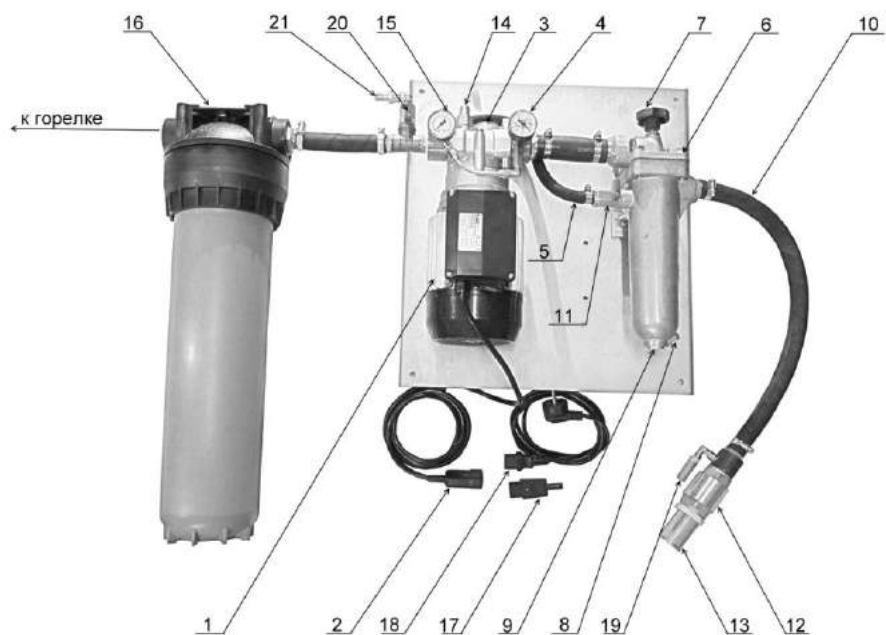

Рис. 15. Блок топливного насоса.
Топливо забирается из расходного бака (*температура топлива не менее +12С*) топливным насосом (Рис.15 поз.3). Проходит через плавающий топливозаборник (Рис.15 поз.10) состоящий из сетчатого фильтра (Рис.15 поз.13), обратного клапана (Рис. 15 поз.12), шлага 2,5 м. Затем топливо очищается в самоочищающимся фильтре (Рис. 15 поз.6) и через патрубок подачи топлива (Рис. 16 поз.2) поступает в топливный насос (Рис.15 поз.3). Излишки топлива по трубопроводу циркуляции (Рис.15 поз.5) сбрасываются в самоочищающийся фильтр (Рис.16 поз.3). Разряжение на всасе насоса измеряется вакууметром (Рис.15 поз.6). Если разряжение более 0,5 бар произведите очистку сетчатого фильтра (Рис.15 поз.13) и самоочищающегося фильтра (Рис.16) провернув 4-5 раз маховик фильтра (Рис.16 поз 4).
Из насоса (Рис.15 поз.3) топливо подается через регулятор давления топлива (Рис.15 поз.14) в фильтр тонкой очистки (Рис.15 поз. 16) и поступает в горелку. Для увеличения давления поворачивайте регулировочный винт (Рис.15 поз.14) по часовой стрелке, для уменьшения против часовой. Давление топлива контролируйте по манометру (Рис.15 поз.15). Давление топлива после регулятора давление должно быть 3-4 бара.
При сильном загрязнении фильтра на всасе топливного насоса (Рис.15 поз.13), самоочищающегося фильтра (Рис.16), фильтра тонкой очистки (Рис.15 поз.16) возрастает усилие на валу насоса, что ведет к перегреву и выходу из строя электродвигателя и топочного автомата. Для предотвращения данной ситуации в электрическом шкафу горелки (Рис.6 поз.1) установлен автомат с надписью «НАСОС», который при увеличении токовой нагрузки отключит электродвигатель топливного насоса.
При срабатывании автомата «НАСОС» немедленно произвести чистку фильтра на всасе топливного насоса (Рис.15 поз.13), самоочищающегося фильтра (Рис.16), замену картриджа фильтра тонкой очистки (Рис.21 поз.3).
3.5.2. Заполните топливом всасывающий трубопровод, самоочищающийся фильтр, насос, фильтр тонкой очистки и топливный бак Горелки. Для чего в комплекте топливного насоса предусмотрен кабель с вилкой прямого питания от сети 220 В (Рис.15 поз.18), соедините кабель с разъемом топливного насоса (Рис.15 поз.2). На топливном баке Горелки есть кран сброса воздуха (Рис. 6 поз. 11). Подключите топливный насос напрямую к сети 220 В и откройте кран сброса воздуха. Когда топливная система заполнится, через шланг начнет стекать масло с пузырьками воздуха. После удаления воздуха закройте кран (Рис. 6 поз. 11). Питание насоса подключите по постоянной схеме.
Если топливный насос (Рис.15 поз.3) сразу не захватил топливо, то нужно удалить из него воздух. Для чего закройте кран на самоочищающемся фильтре (Рис.15 поз. 11), отсоедините трубопровод циркуляции фильтр-насос (Рис.15 поз.5), полностью выкрутите винт регулятора давления (Рис.15 поз. 14) и спускайте воздух до появления масла. После чего присоедините трубопровод циркуляции фильтр-насос (Рис.15 поз.5) откройте кран на самоочищающемся фильтре (Рис.15 поз. 11) и винт регулятора давления (Рис.15 поз. 14) установите в изначальное положение.
Давление топлива после насоса (Рис.15 поз.3) должно быть 3-4 бара, разрежение на всасе топливного насоса (Рис.17 поз.4) не более 0,5 бар.
- следить за показаниями вакуумметра на топливном насосе. При разрежении минус 0,4 бар необходимо очистить фильтр на входе насоса (Рис. 15 поз. 13) и провернуть 5-6 раз маховик самоочищающегося фильтра;
- не реже, чем 1 раз в неделю сливать конденсат и грязь из самоочищающегося фильтра, отвернув дренажную заглушку (Рис.15 поз.5)